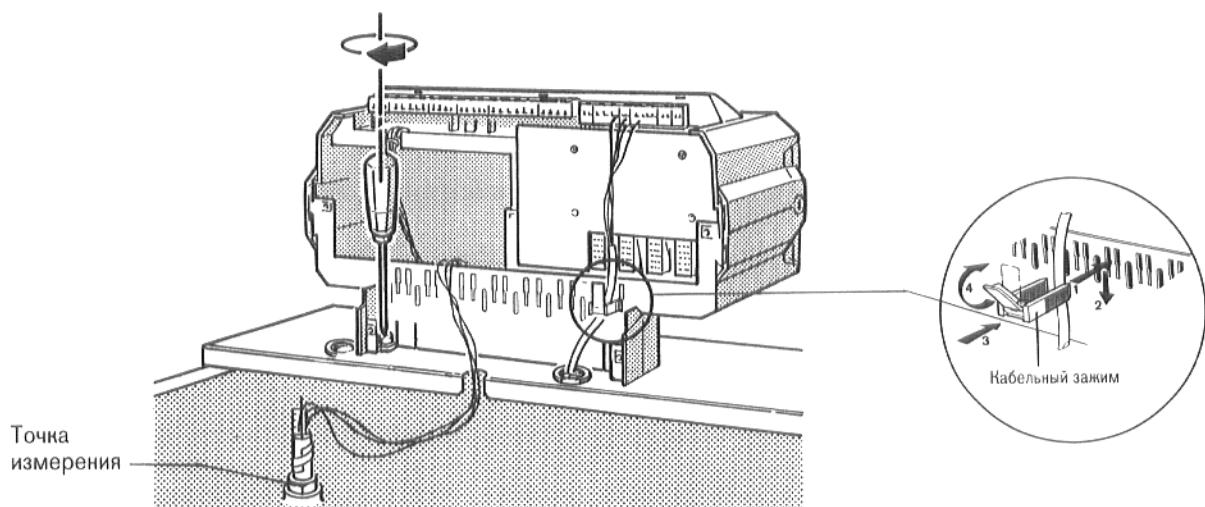

Рис. 26
Вставить кабельный зажим с вложенным проводом в раму кабельных зажимов и закрепить зажав рычажок (рис. 26).
- Привинтить, соответственно рис. 26, цоколь регулятора в кабельном вводе двумя винтами из листового металла слева и справа на переднем кожухе котла.
- Раскрутить провод датчика и проложить к точке измерения (рис. 26). Капиллярные трубы необходимо прокладывать так, чтобы они не прикасались к горячим деталям котла.